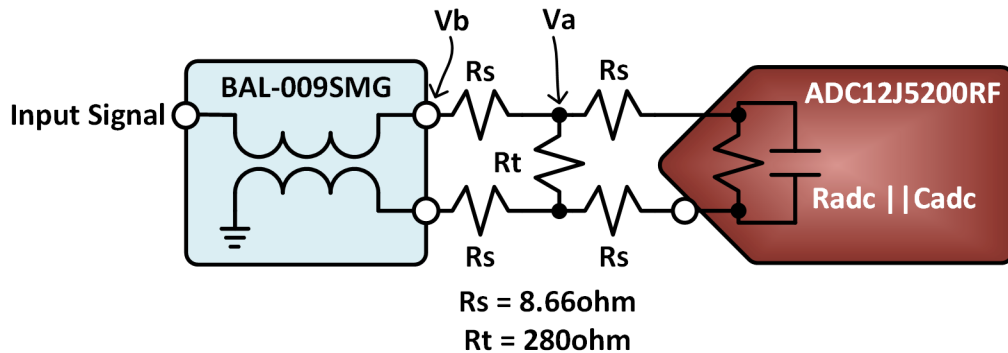

图 4-1. 前端网络示例
在此示例中，ADC 是德州仪器 (TI) 出品的射频采样 12 位 *ADC12DJ5200RF*，而平衡-非平衡变压器是 Marki® Microwave 出品的 BAL-0009SMG。前端电阻网络将平衡-非平衡变压器差分输出端连接到 ADC 差分输入端。具体请参阅图 4-1。